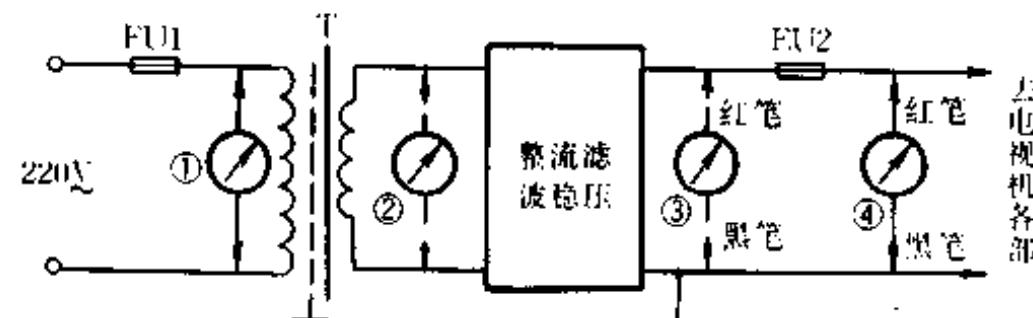

图 235
对采用如图 235 电源的黑白电视机，如发现三无(无光栅、无噪声、无伴音)故障，由于伴音和扫描电路同时出现故障的可能性极小，故一般可判定，故障在电源部分。由以上四步法可迅速确定故障的大致部位。
第一步如图 235 中①所示，用万用表 250V 挡测量电源变压器初级电压。如有 220V，则故障在 FU 之后；如无，则在 FU(烧断)或 FU 之前(导线断)。
第二步如图 235②所示，在第一步测得 220V 后，用 50V 挡测电源变压器次级电压。如有约 18V，则故障在次级之后；如无，则为电源变压器坏(初或次级断路)。如远小于 18V(例如 10V)，则为电源变压器绕组局部短路，这时电源变压器发热严重。
第三步如图 235③所示，在第二步测得有约 18V 后，用 50V 挡测 FU 及其后；如有 12V，故障在 FU 或其后电路。如无或低于或高于 12V，则在整流、滤波、稳压部分。
第四步如图 235④所示，在第三步测出有约 12V 后，用 50V 挡测 BX2 后电压。如有约 12V，则故障在 FU 之后导线断开或接触不良；如无，则 FU 烧断。